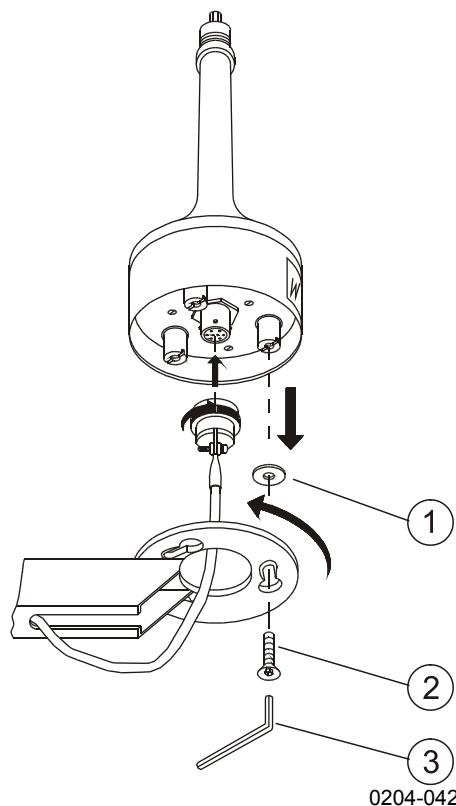

图 4 风向传感器的安装
2. 将 6 针线缆的插头穿过横臂末端的安装法兰，然后将其连接到传感器上。参见下方图 4。
3. T 传感器安装到横臂上的合适位置只有一个。使产品标签面朝南面，并将传感器旋转紧固到法兰上。请注意，应在法兰与传感器之间嵌入塑料垫圈 (1)。参见下方图 4。
4. 最后，用艾伦内六角扳手 (3) 将螺钉 (2) 拧紧。参见下方图 4。